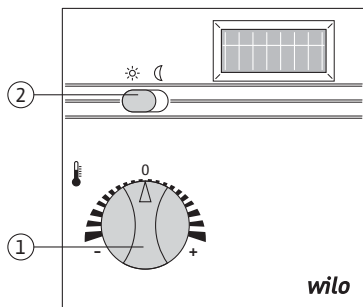

Fig. 25: Bedienung des Funk-Raumtemperaturreglers
- Vor der endgültigen Montage des Funk-Raumtemperaturreglers testen, ob eine Funkverbindung besteht. Dazu den Drehknopf (Fig. 25, Pos. 1) voll nach links bzw. rechts drehen und beobachten, ob die Pumpe reagiert. Eine Reaktionszeit von bis zu 100 s ist dabei normal.
Die gewünschte Raumtemperatur wird am Drehknopf eingestellt (Fig. 25, Pos. 1). Die Nullstellung entspricht 21°C . Über den Drehknopf kann die Solltemperatur verändert werden im Bereich von ca. $+16^{\circ}\text{C}$ bis $+26^{\circ}\text{C}$ (Rechtsdrehung: Erhöhung der Temperatur um bis zu 5 K) (Linksdrehung: Absenkung der Temperatur um bis zu 5 K)
Über den Schieber (Fig. 25, Pos. 2) kann zwischen Tagbetrieb (Stellung ☀) und Nachtbetrieb (Stellung ☾) gewechselt werden. Im Nachtbetrieb wird die am Drehknopf eingestellte Solltemperatur auf 17°C abgesenkt (unabhängig vom eingestellten Sollwert).